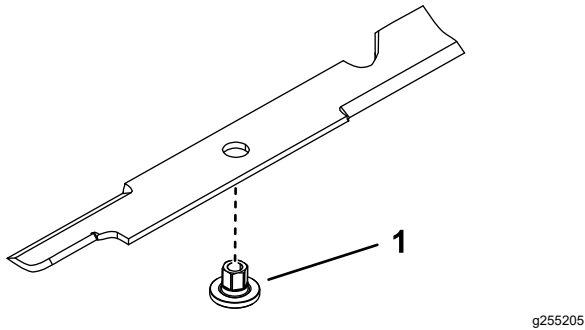

Figure 106
1. Insérez la douille dans la lame en plaçant l'embase sur le côté inférieur (côté herbe) de la lame (Figure 106).